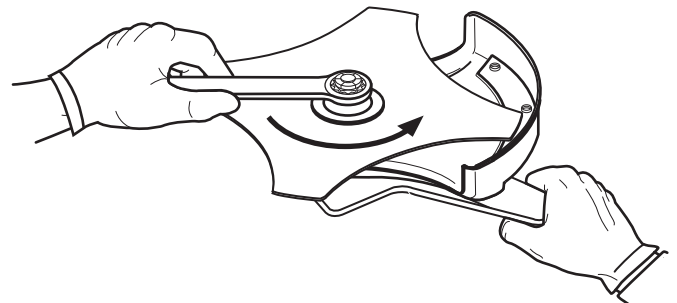

Fig. 17
7. Au moyen d'une clé, serrez l'écrou dans le sens antihoraire (Fig. 17) :